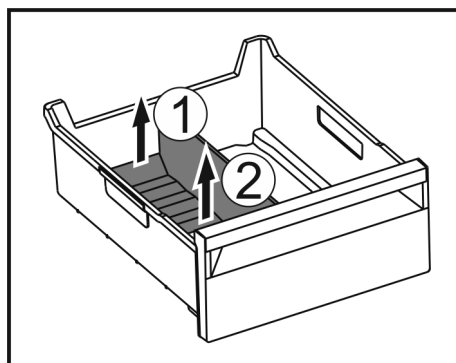

Fig. 213
- Podignite stražnji dio pregrade ladice za led. Fig. 213 (1)
- Izvadite pregradu ladice za led prema gore. Fig. 213 (2)